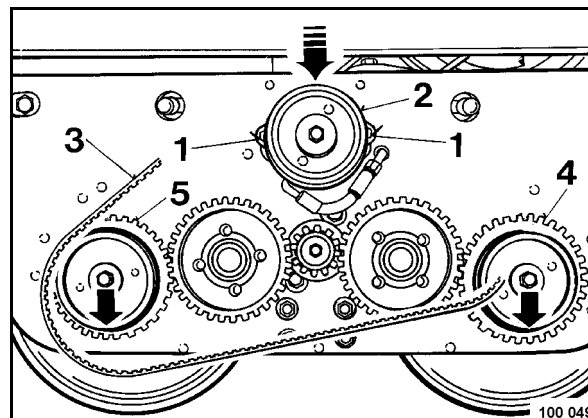

Рис. 75
- Ослабить оба винта с шестигранной головкой 1 (Рис. 75). Надавить на муфту (2) вниз и снять зубчатый ремень (3).